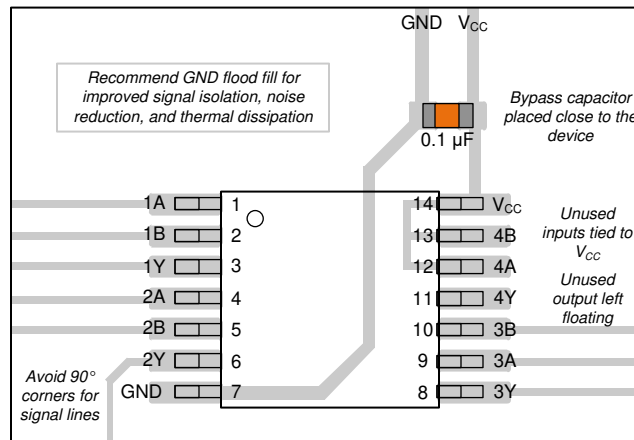

図 8-3. SN74LVC132A のレイアウト例
1.  $V_{CC}$  と GND の間にデカップリング コンデンサを追加します。このコンデンサは、物理的にデバイスの近く、かつ  $V_{CC}$  ピンと GND ピンの両方に電氣的に近づけて配置する必要があります。レイアウト例を 図 8-3 に示します。
電源には、「推奨動作条件」に記載された電源電圧定格の最小値と最大値の間の任意の電圧を使用できます。電力障害を防止するため、各  $V_{CC}$  端子にバイパス コンデンサを配置する必要があります。このデバイスには  $0.1\mu\text{F}$  のコンデンサを推奨します。複数のバイパス コンデンサを並列に配置して、異なる周波数のノイズを除去することが許容されます。一般的に、 $0.1\mu\text{F}$  と  $1\mu\text{F}$  のコンデンサは並列に使用されます。図 8-3 に示すように、バイパス コンデンサを電源端子のできるだけ近くに配置すると最適な結果が得られます。